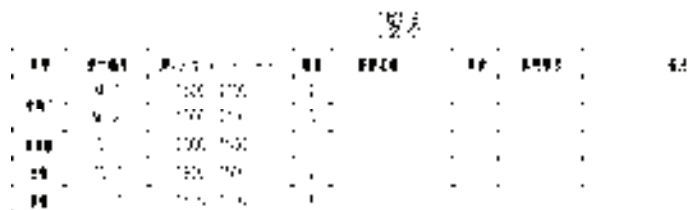

图 8-71 打开素材
- 1) 按〈Ctrl+O〉组合键，打开配套光盘提供的“第 8 章/8.4.2 拆分表格.dwg”素材文件，结果如图 8-71 所示。